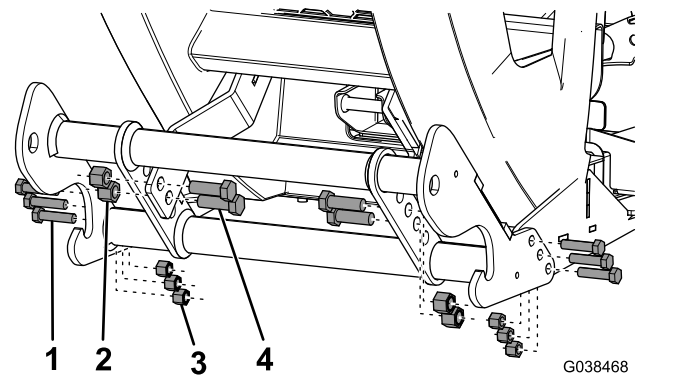

Bild 11
8. Befestigen Sie die Schubrahmen mit vier Schrauben ($\frac{1}{2}$ " und vier Sicherungsmuttern ($\frac{1}{2}$ " an den Halterungen, wie in **Bild 11** abgebildet. Ziehen Sie die Schrauben mit 31 N·m an.
9. Befestigen Sie die Schubrahmen mit sechs Schrauben (3/8" x 1 1/2") und sechs Sicherungsmuttern (3/8") am Fahrzeugrahmen, wie in **Bild 11** abgebildet. Ziehen Sie die Schrauben mit 76 N·m an.
11. Befestigen Sie die Schubrahmen mit vier Schrauben (1/2") und vier Sicherungsmuttern (1/2") an den Halterungen, wie in Bild 11 abgebildet. Ziehen Sie die Schrauben mit 31 N·m an.
12. Befestigen Sie die Schubrahmen mit sechs Schrauben (3/8" x 1 1/2") und sechs Sicherungsmuttern (3/8") am Fahrzeugrahmen, wie in Bild 11 abgebildet. Ziehen Sie die Schrauben mit 76 N·m an.